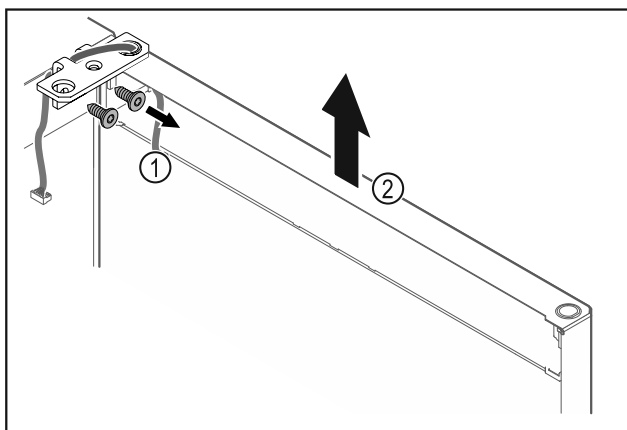

Fig. 20
- Scharnierhoek Fig. 20 (1) losschroeven.
- Deur inclusief scharnierhoek Fig. 20 (2) circa 200 mm recht omhoog tillen en verwijderen.